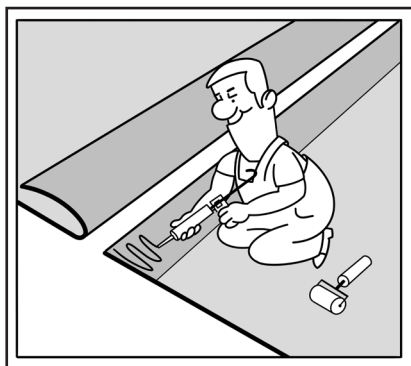

Рис. 18
8.3. В некоторых случаях допускается «холодное сваривание» полотен между собой. Полотна уложить с нахлестом 100-150 мм, край одного полотна отогнуть. Тщательно очистить и обезжирить края, после чего нанести мастику Манодил Бонд Ф. Склеить полотна, плотно прижимая валиками и выдавливая излишки мастики наружу. Излишками герметично промазать кромку шва (см. Рис. 18, 19).